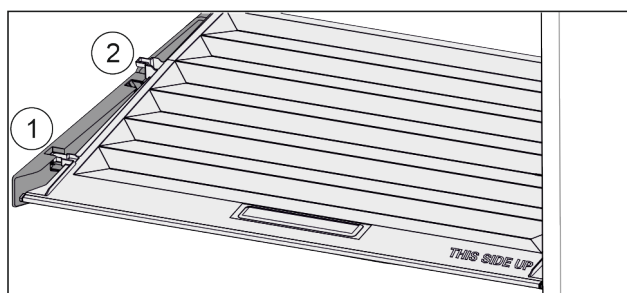

Fig. 152
- Tirare in avanti il coperchio fino all'apertura nei fermi Fig. 152 (1).
- Sollevare posteriormente dal basso e togliere verso l'alto Fig. 152 (2).